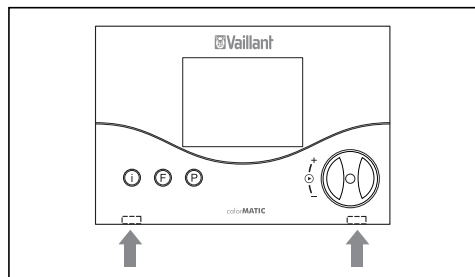

Fig. 4.1 Desbloquear las pestañas
- Presione las pestañas con cuidado con un destornillador, desplazándolas a un lado (Fig. 4.1) y saque el regulador hacia delante..